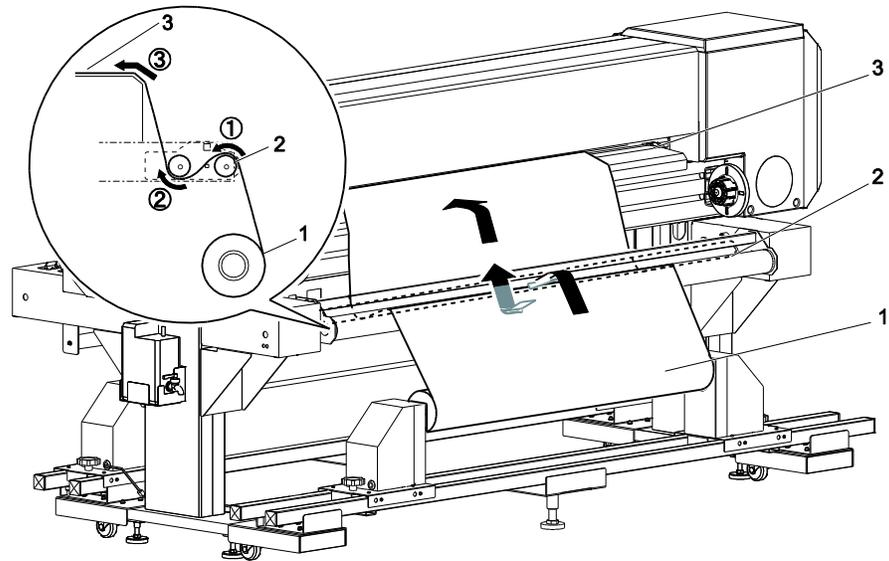
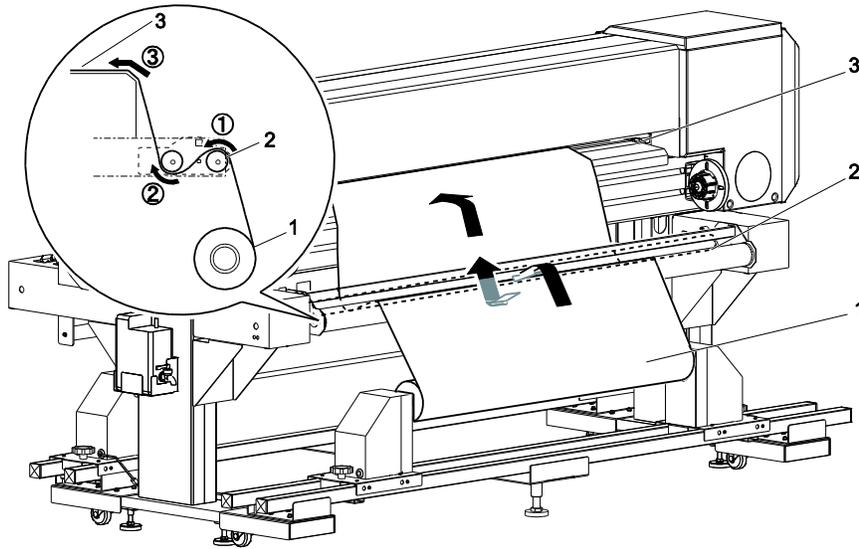

Fig. 22 - Insérer le papier dans le rouleau compensateur
Fig. 23 - Installation du rouleau de support
13. Insérer le rouleau du support dans le rouleau compensateur puis dans la platine arrière de l'imprimante. Le support peut être inséré face à imprimer vers l'extérieur (figure 22) ou face à imprimer vers l'intérieur (figure 23).